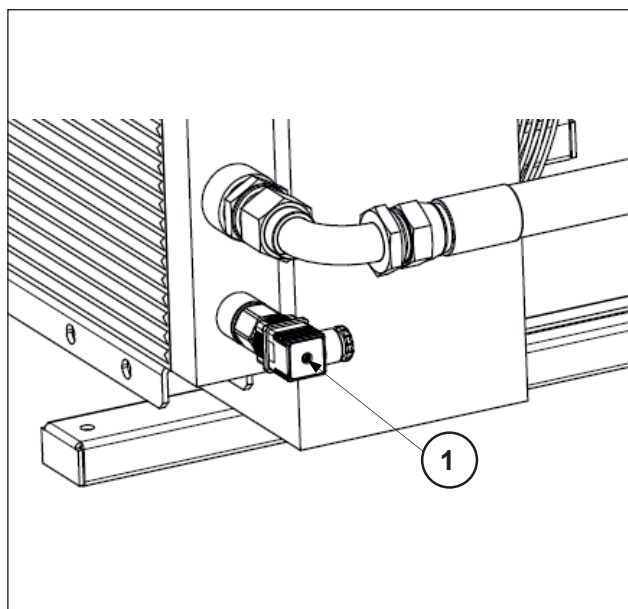

Fig. 18
El intercambiador incorpora un termostato que se activa a 50 °C y gobierna la intervención del ventilador (pos.1 Fig. 18.)